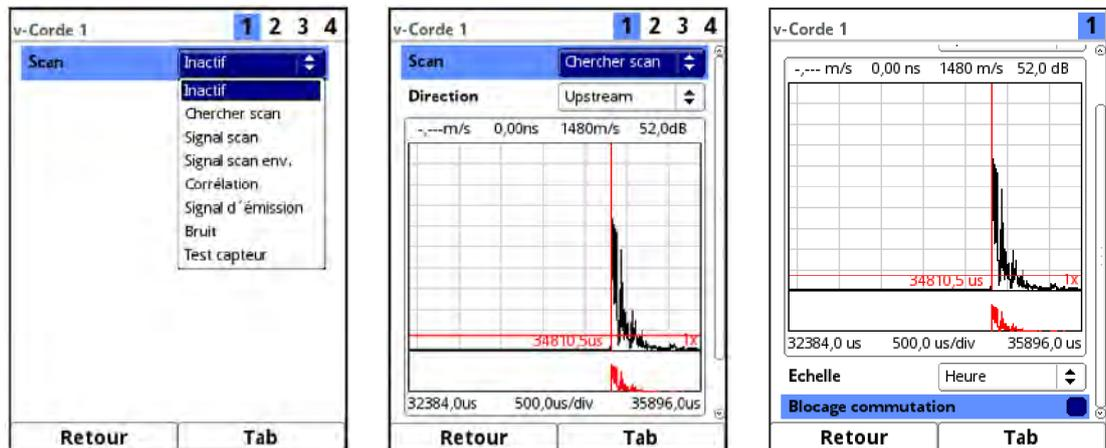

Fig. 44-1 Analyse du signal Menu de sélection / Scan de recherche
- **Rechercher scan** (Fig. 44-1)